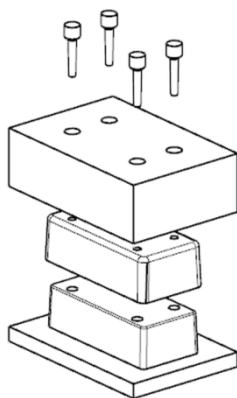

图 11-22 爆炸图
(43) 选取“菜单 | 装配 | 爆炸图 | 新建爆炸图”，创建一个新的爆炸图。
(44) 选取“菜单 | 装配 | 爆炸图 | 编辑爆炸图”，各零件移动后（爆炸图）如图 11-22 所示。